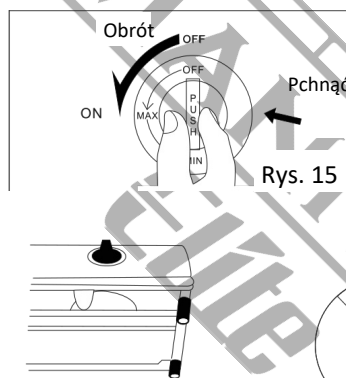

Rys. 13
7. Nasuń gumowy wąż na złącze węża do oporu. Nie używaj plastikowego węża winylowego, ponieważ może to być niebezpieczne. Zabezpiecz wąż za pomocą (Rys.13) upewnić się, że gumowy wąż nie dotyka części kuchenki gazowej ani nie znajduje się pod nią.